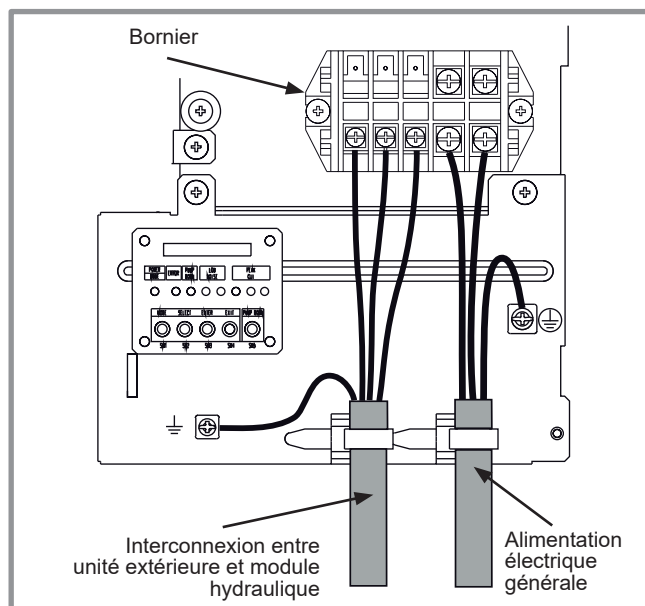

figure 35 - Connexions au bornier de l'unité extérieure
- Effectuer les raccordements suivant (figure 35).